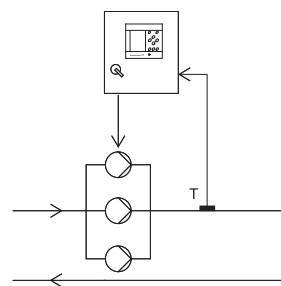

Рис. 21 Температура в напорном трубопроводе
- Температура в напорном трубопроводе, см. рис. 21.